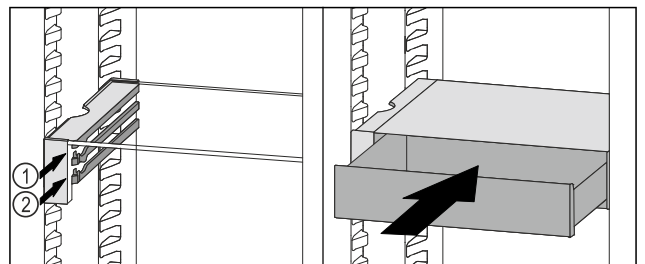

Fig. 111
- ▶ VarioSafe-lade achter de stoppers op de gewenste rib Fig. 111 (1) of Fig. 111 (2) plaatsen.